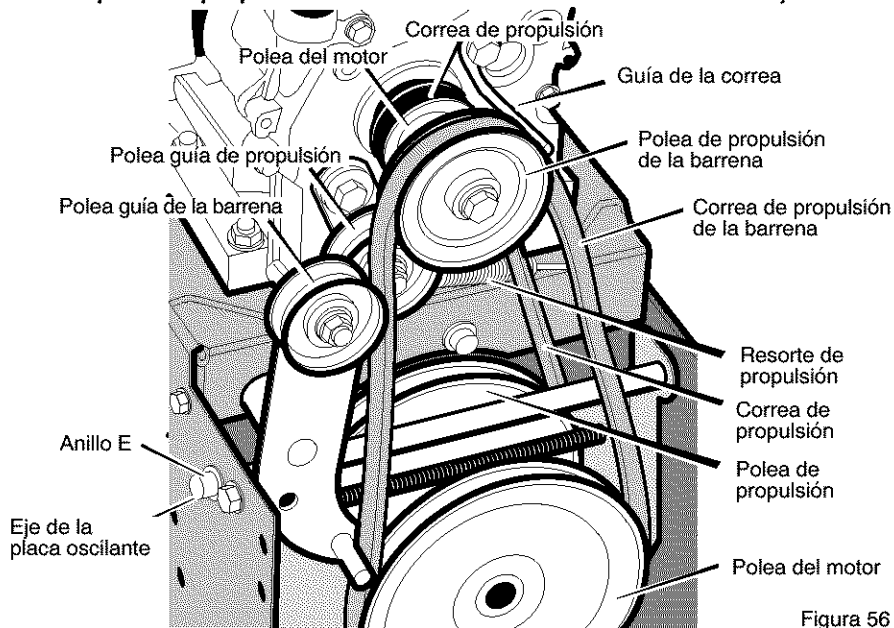

Figura 56
3. Afloje la tuerca de la polea guía de la barrena y mueva esta última hacia la correa un octavo de pulgada aproximadamente (3 mm) (Figura 56).
5. Afloje la **guía de la correa**. Separe la **guía de la polea de propulsión de la barra** (Figura 56).
3. Quite el **anillo E** de uno de los extremos del **eje de la placa oscilante**. Quite este **eje** para que la placa oscilante gire hacia adelante (Figura 56).